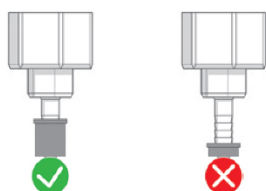

Fig. 1
- Brancher le/les raccord/s A et B pour l'alimentation en oxygène du/des débitmètre/s (voir figure 1). Vérifier les raccordements des tuyaux avant de commencer le traitement par administration des gaz.